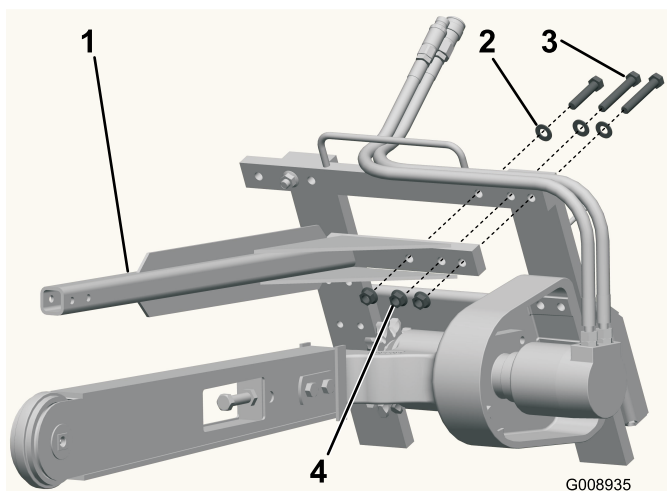

Figura 4
1. Rimuovete i tre bulloni, le rondelle e i dadi flangiati dall'angolo in alto a sinistra del telaio dello scavafossi (Figura 4).
2. Usando i dispositivi di fermo precedentemente rimossi, installate la barra di sicurezza dello scavafossi come illustrato in Figura 4.